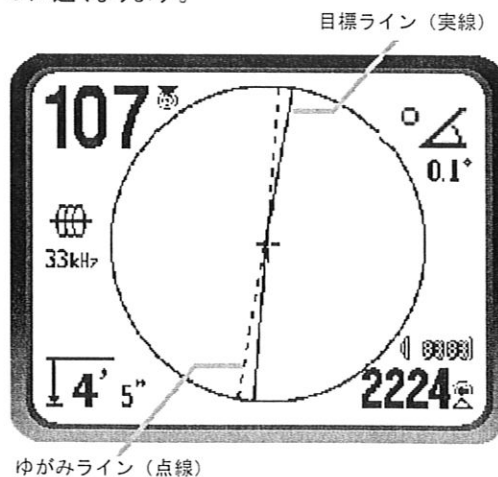

図 25 目標探知の確率が高くなった画面
3. 探査中の画面には、配管やケーブルの走っている方向が2本の線で表示されます。1本は実線で、もう1本は点線で表示されます。実線は下側のアンテナが受信した信号によるもので目標ラインを表示しています。点線は上側のアンテナが受信した信号によるものでゆがみラインと呼んでいます。(図 25 を参照)。